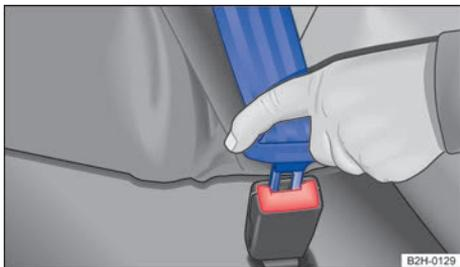

Fig. 59 Insertar la lengüeta del cinturón abdominal en el cierre del mismo.
- Inserte bien la lengüeta del cinturón en el cierre del cinturón correspondiente a la plaza → fig. 59.